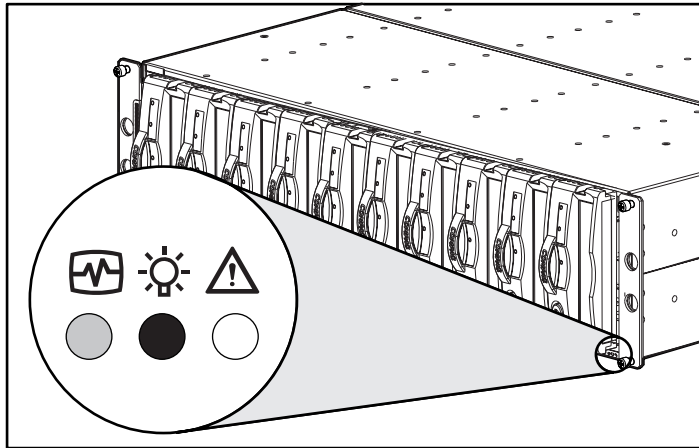

Abbildung 4-3. Status-LED-Anzeigen an der Vorderseite
Von der EMU werden die drei Status-LED-Anzeigen der Erweiterungseinheit (siehe Abbildung 4-3) gesteuert. Diese LED-Anzeigen geben über den Status der EMU und der Erweiterungseinheit, die Stromversorgung der EMU und Störungen der Erweiterungseinheit Auskunft.
- Während des normalen Betriebs blinkt die LED-Anzeige ca. einmal je Sekunde. Dies ist der „Herzschlag“. Die Anzeige der LED an der EMU und an der Vorderseite des Geräts sind identisch (siehe Abbildung 4-3).